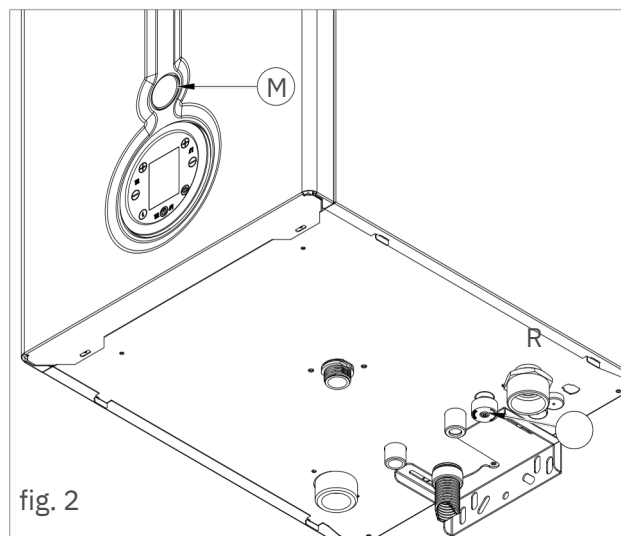

fig. 2
2. Așațați urechile centralei în cârligele corespunzătoare (fig. 2);
2. deschideți robinetul de umplere „R” (fig. 2)
4. verificați cu ajutorul manometrului „M” (fig. 2) ca presiunea din instalație să ajungă la 1,2 bar (fig. 4)
5. după efectuarea acestei operațiuni, asigurați-vă că robinetul de umplere „R” (fig. 2) este bine închis
> după demontarea plăcii spate, conectați elementele de mai jos la placa electronică (vezi fig. 2)